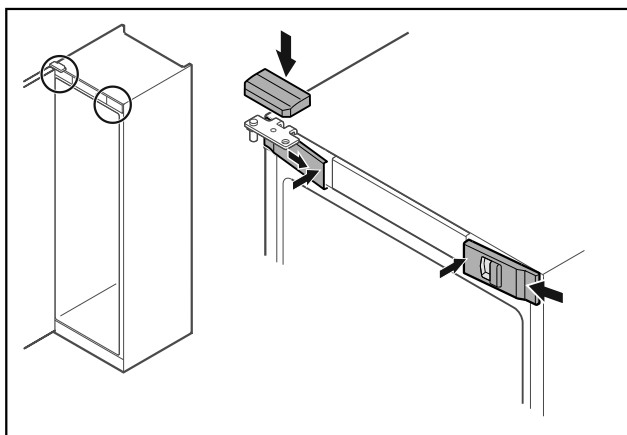

Fig. 51
- ▶ Haka fast skydden fram Fig. 51 (1) på sidan och sätt på dem på insidan.
- ▶ Sätt på det övre skyddet Fig. 51 (2) uppifrån.